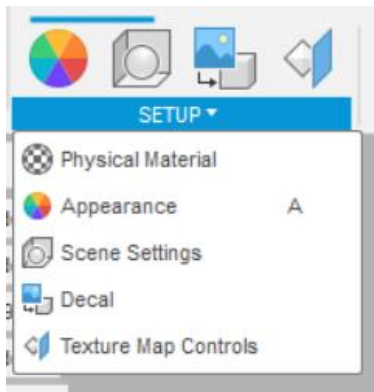

Рисунок 5.3
*Appearance* – отражает материал, который вы используете на детали (см. рис. 5.3).